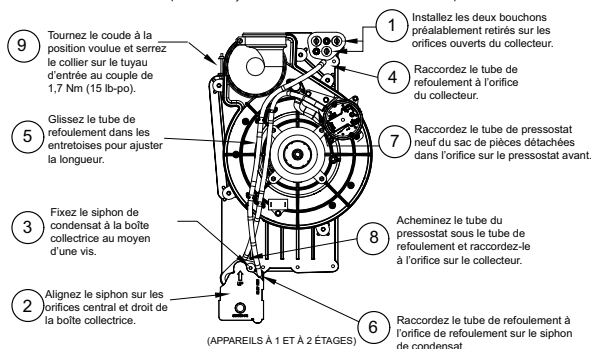

Figure 11 – Configuration horizontale à gauche (l'apparence peut varier)
Lorsque la chaudière est installée en configuration horizontale à droite, le siphon de condensat est initialement situé au fond du collecteur, comme reçu de l'usine. Consultez l'image du haut de la Figure 10. Lorsque la chaudière est installée en configuration horizontale à gauche, le siphon de condensat est initialement situé au sommet du collecteur, comme reçu de l'usine. Consultez l'image du haut de la Figure 11. Dans les deux cas, le siphon doit être repositionné sur le collecteur pour assurer un drainage adéquat du condensat. Consultez les images inférieures de la Figure 10 et de la Figure 11.
- La Figure 11 illustre le siphon de condensat et la tuyauterie avant et après le déplacement en position horizontale à gauche.